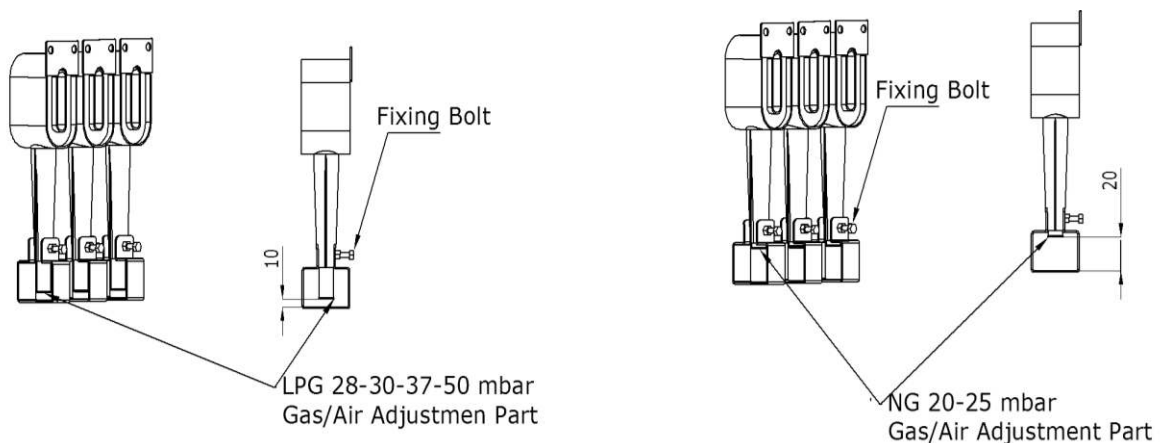

Abbildung 1
2. Ersetzen Sie die Düse (3) durch eine für die Gasart geeignete Düse.
3. Stellen Sie die Zündflamme (1) durch Drehen der Schraubenmutter (2) ein.
- Der Spalt des Venturi-Einstellteils (Gas-/Luftrohr) sollte 10 mm für LPG-Gastyp und 20 mm für NG-Gastyp betragen. (Abb.1)